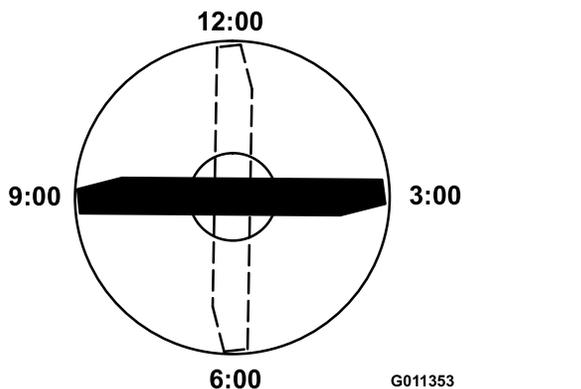

Figura 127
4. Orientate il tagliante dell'estremità marcata della lama sulle ore 12 (esattamente in avanti, nel senso di falciatura) (Figura 127) e misurate l'altezza tra il banco e il tagliante della lama.
5. Ruotate l'estremità marcata della lama sulle ore 3 e sulle ore 9 (Figura 127) e misurate le rispettive altezze.